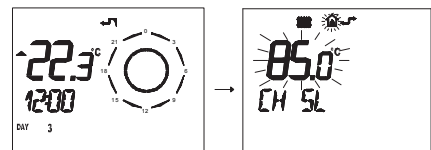

Figura 5.19
L'andamento della temperatura al variare dell'impostazione fatta con i tasti 14 e 15 per un **K 1,5** è illustrato nella Figura 5.19.
- Premere per più di 3 secondi il pulsante  per entrare in modalità **INFO** (Figura 5.19).